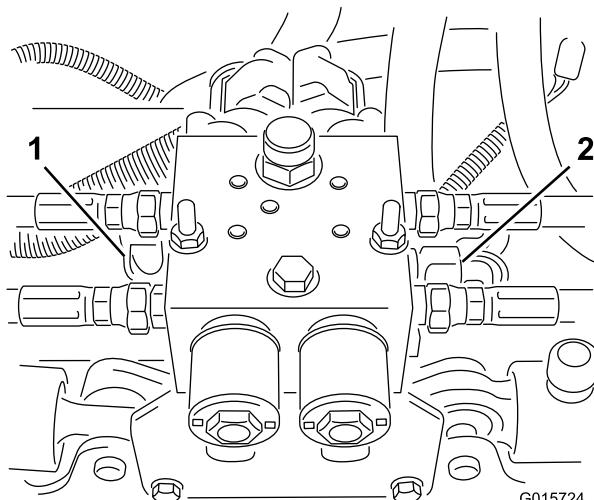

Figura 6
Nota: Allentate i 2 connettori idraulici sul lato destro e sull'apertura dell'indicatore (Figura 6).
13. Rimuovete il blocco idraulico dalla staffa di montaggio rimuovendo 2 bulloni e 2 dadi di bloccaggio (Figura 6).